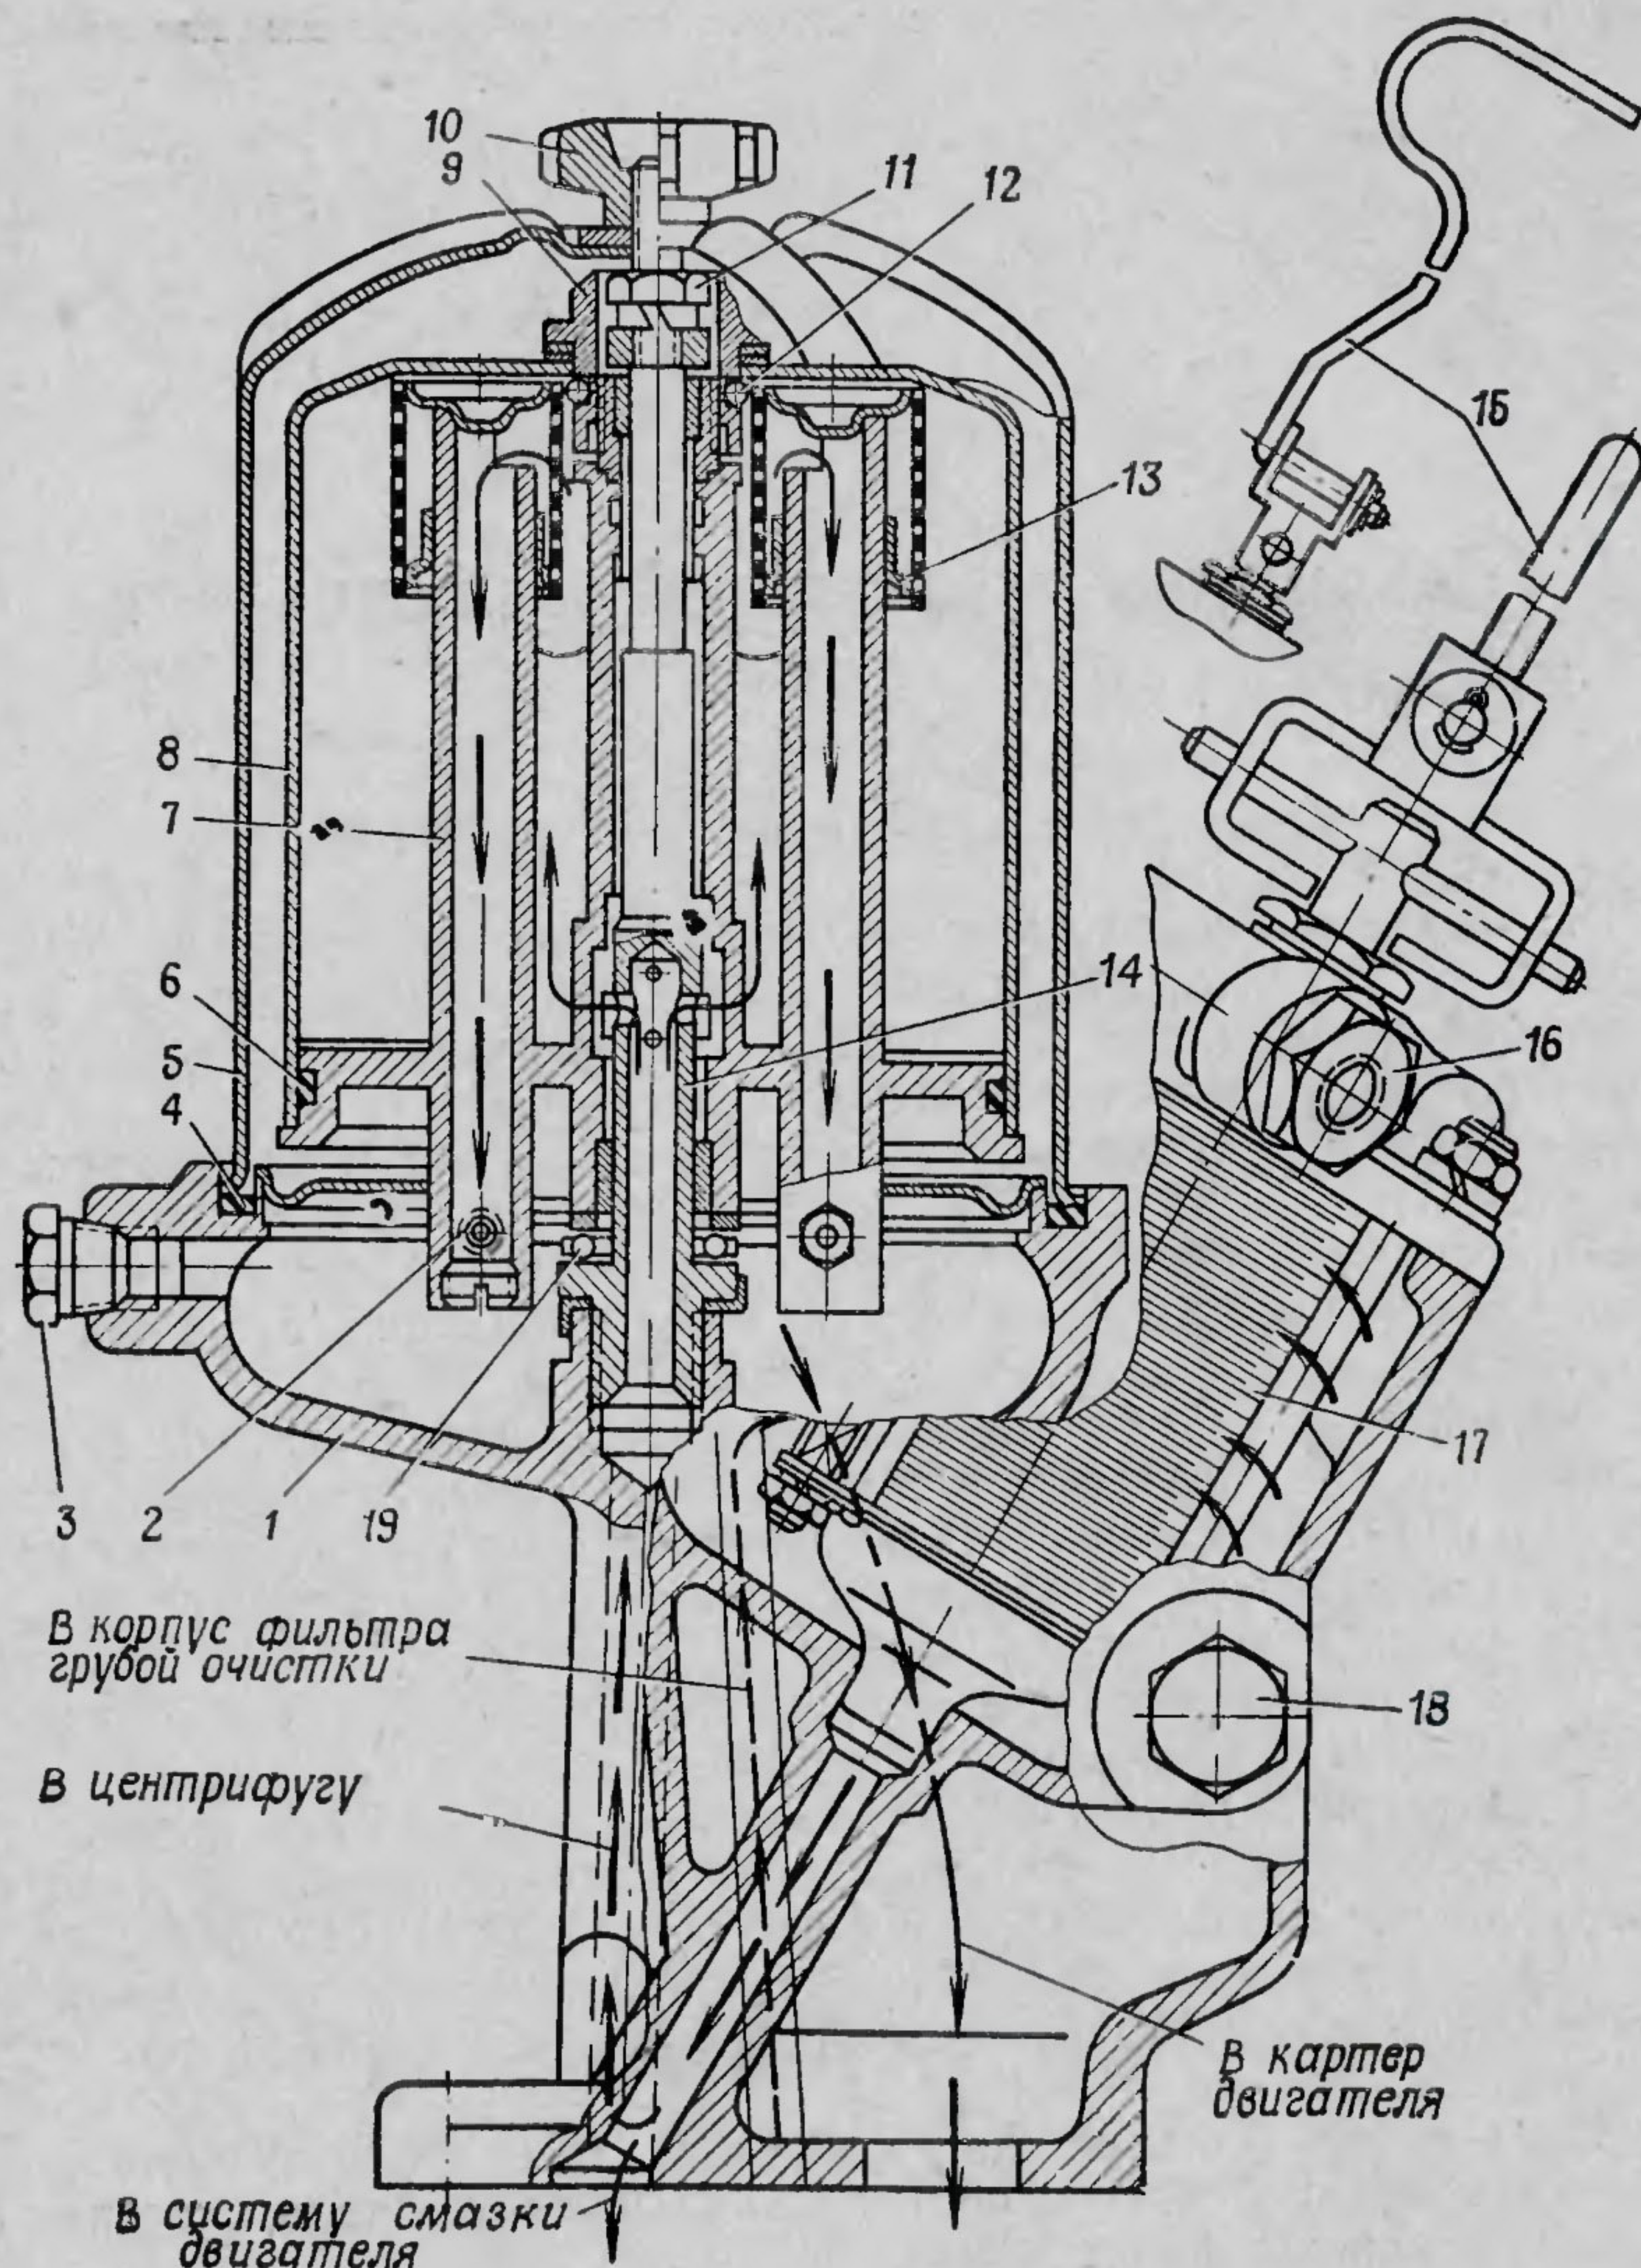

Рис. 8. Масляный фильтр двигателя ЗИЛ-131:
8. На двигателях с частично-поточной центрифугой повернуть на три-четыре оборота рукоятку фильтра грубой очистки масла за удлинитель 15 (рис. 8).